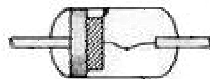

Figura 4.3.- Diodo de punta de tungsteno
*Los más antiguos son los de germanio con punta de tungsteno o de oro, figura 4.3.*